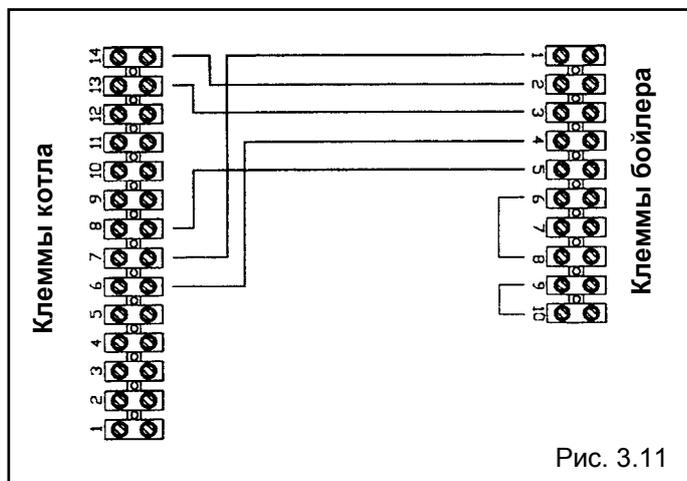

Рис. 3.11
- подсоедините кабель, как показано на схеме (рис. 3.11);